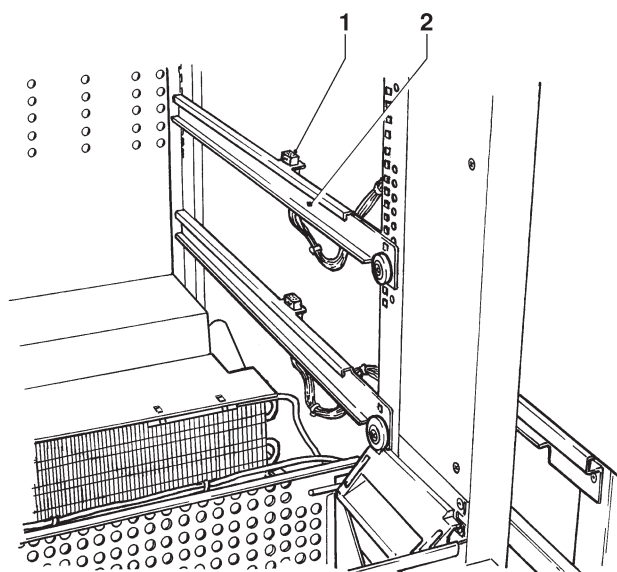

Fig. 36
- Desplazar las guías (véase la fig. 36) colocadas en los apoyos laterales menos las primeras de abajo que permanecen en la misma posición.